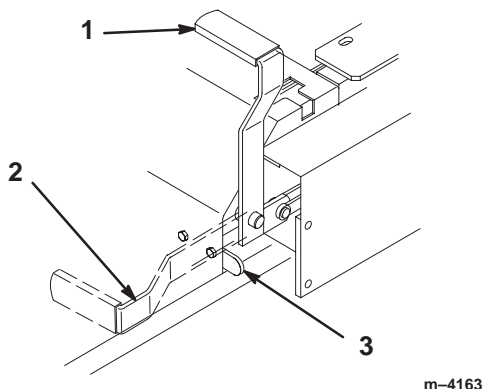

Figure 4
2. Tirez le frein de stationnement en arrière et vers le haut pour le serrer (Fig. 4). Une fois serré, le frein de stationnement ne doit plus bouger.
1. Poussez le levier du frein de stationnement vers l'avant et vers le bas (Fig. 4) afin de le desserrer. Le frein de stationnement est desserré et le levier est en appui contre la butée du frein.